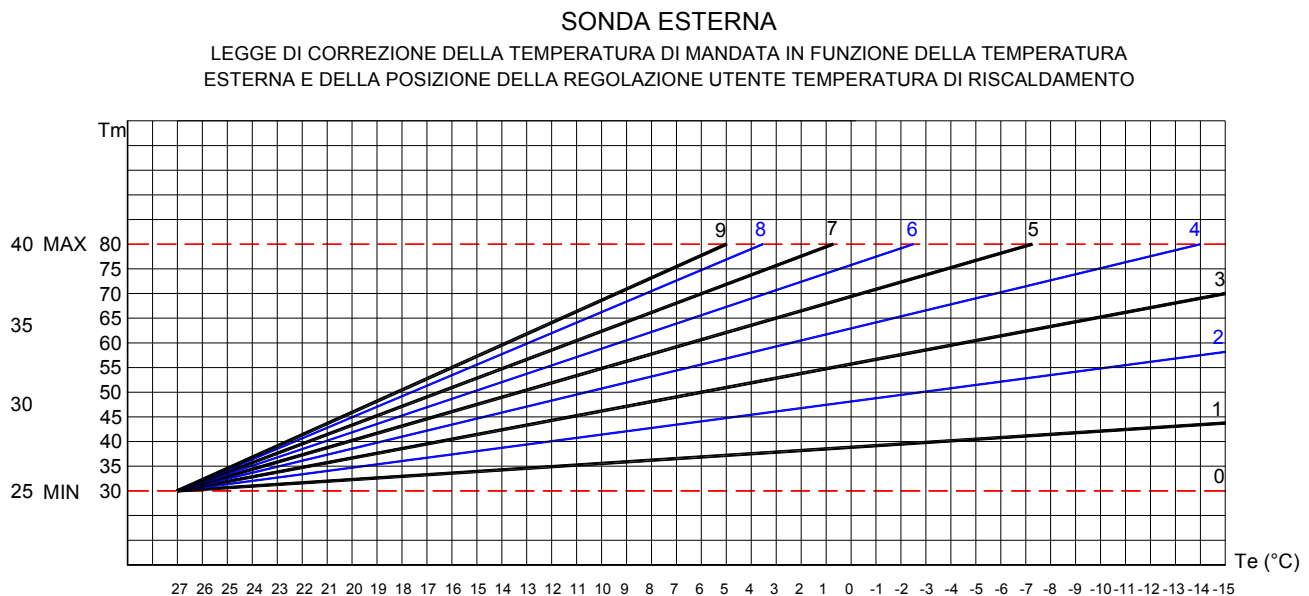

Fig. 1 TM-MAX/MIN = Range temp. mandata selezionata
- svitare le viti e rimuovere il piastrino A (vedi fig. 1).
- svitare le viti e rimuovere il piastrino A (vedi fig. 1).;